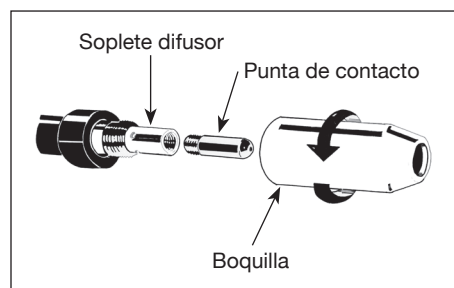

Figura 5 - Boquilla del soplete
- Desenrosque la boquilla y la punta de contacto del extremo de soplete (Ver la Figura 5). Enchufe la soldadora en un tomacorriente adecuado.
- Con cuidado deslice la punta de contacto sobre el alambre, enrosque la punta en el extremo del soplete y vuelva a instalar la boquilla (Ver la Figura 5). Corte el alambre a cerca de 1/4 de pulgada (6 mm) del extremo de la boquilla.